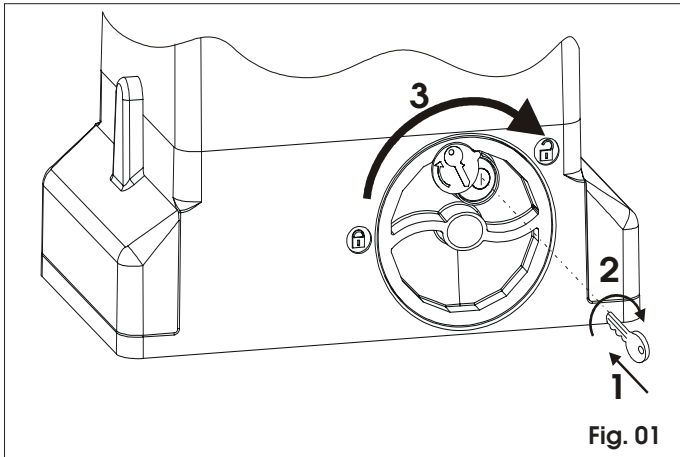

Fig. 01
- 1) Introduzca la adecuada llave en dotación y gírela en sentido horario como se indica en la Fig. 01 ref. 1 y 2.
- 2) Gire el sistema de desbloqueo en sentido horario hasta el tope mecánico, Fig. 01 ref. 3.